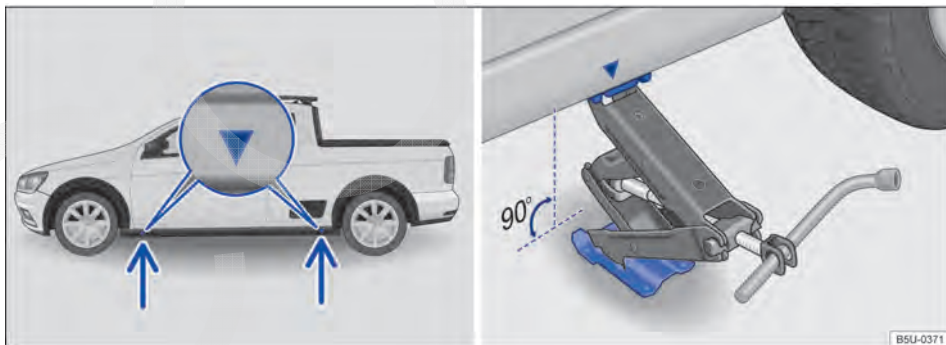

Fig. 170 Pontos de apoio do macaco e macaco posicionado no lado esquerdo traseiro do veículo.
O macaco somente pode ser posicionado nos pontos de apoio indicados (marcação na carroceria) → Fig. 170. É válido o ponto de apoio localizado próximo à roda correspondente → ⚠.
7. Procurar sob o veículo o ponto de apoio do macaco → Fig. 170, mais próximo da roda a ser trocada.
9. Garantir que a base do macaco, com toda sua superfície, esteja sobre o chão e que a base se encontre perpendicularmente abaixo do ponto de colocação → Fig. 170.
10. Alinhar o macaco e, simultaneamente, levantar a garra do macaco até ela se encaixar na travessa debaixo do veículo → Fig. 170.
- Posicionar o macaco somente nos pontos indicados. A garra do macaco deve se encaixar no perfil da longarina de forma segura → Fig. 170.